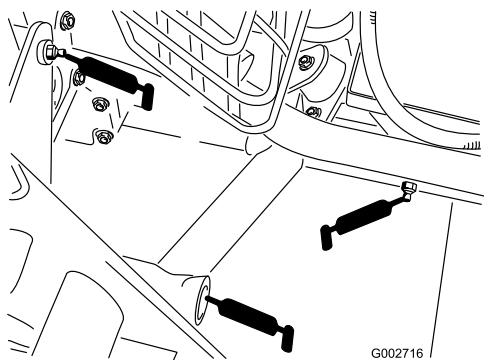

Figure 24
- Attelage arrière (5) (Figure 24)